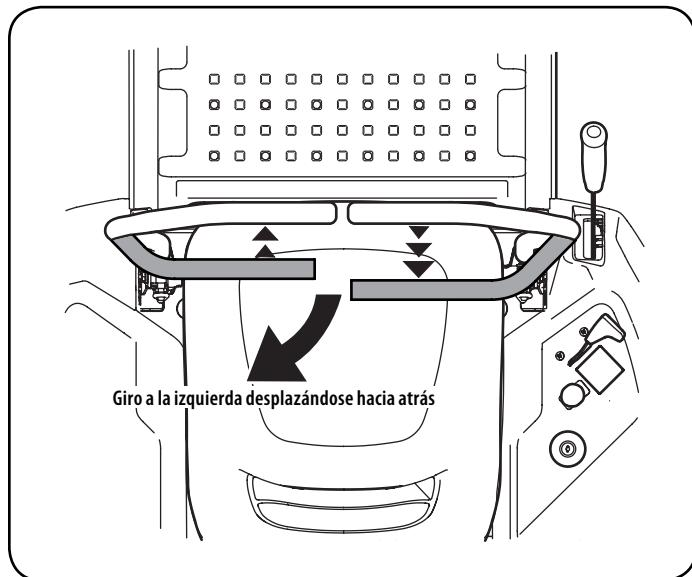

Figura 14
- Para girar a la izquierda mientras se desplaza marcha atrás, mueva la palanca de control del lado izquierdo hacia adelante respecto de la palanca derecha. Vea la Figura 14.